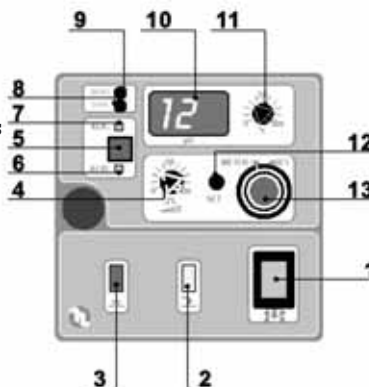

Fig. 26
10.4 - MANDOS DE LA BOMBA DLS-PH (Fig.26)